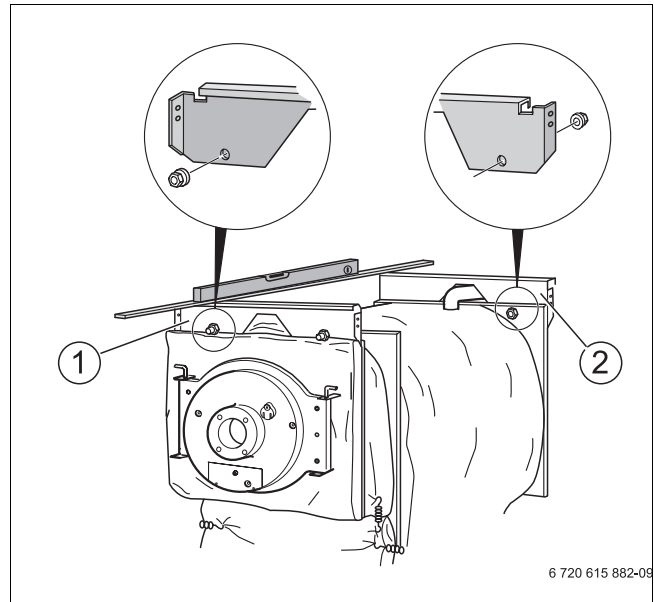

Рис. 7 Установка передней и задней траверс
- ▶ Наденьте переднюю траверсу (→ рис. 7, трапециевидным вырезом вниз) двумя отверстиями на винты и закрепите гайками (→ рис. 7).
- ▶ Наденьте заднюю траверсу (→ рис. 7, трапециевидным вырезом вниз) 2 отверстиями на винты и закрепите гайками (→ рис. 7).
Отбортовки траверс должны быть направлены от котла. Переднюю и заднюю траверсы необходимо выровнять по горизонтали (→ рис. 7).